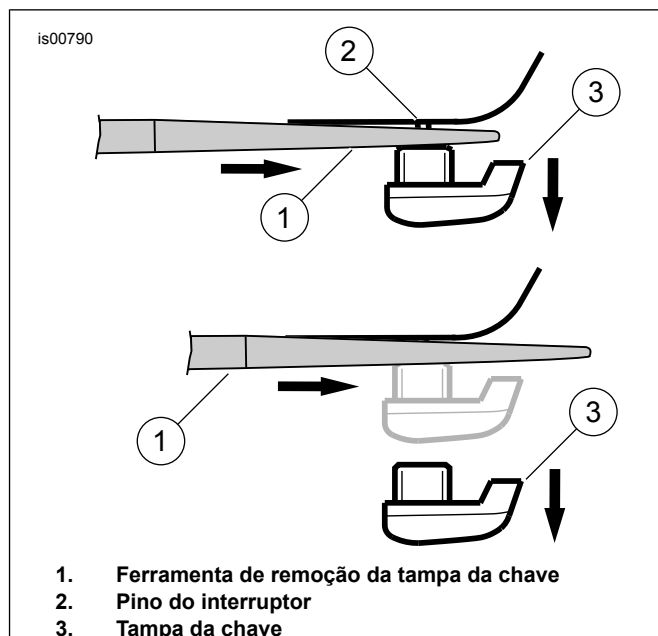

Figura 7. Remoção da tampa da chave da estrutura inferior dos interruptores
6. Remova a tampa da chave (3) de seleção de modo usando a extremidade comprida da ferramenta de remoção da tampa da chave (5). Insira a ferramenta debaixo da tampa da chave e empurre a ferramenta para fora até que a tampa se desencaixe do pino do interruptor (Figura 7, item 2).
5. Remova a tampa da chave (3) de controle de áudio usando a extremidade comprida (5) da ferramenta de remoção da tampa da chave (Figura 7, item 1). Insira a ferramenta debaixo da tampa da chave e empurre a ferramenta para fora até que a tampa se desencaixe do pino do interruptor (2).